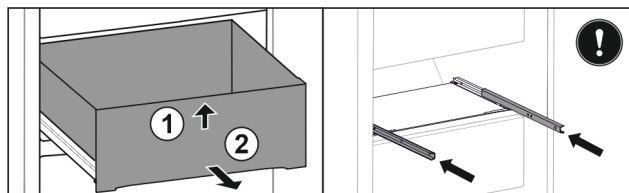

Fig. 28*
- ▶ Unieść szufladę z przodu Fig. 28 (1)*
- ▶ Wyjąć do przodu Fig. 28 (2)*